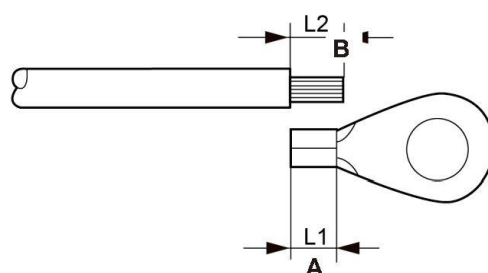

Figure 3.9 Borne du conducteur de mise à la terre externe
3. Dénuder le câble de terre à une longueur appropriée. (voir Figure 3.9)